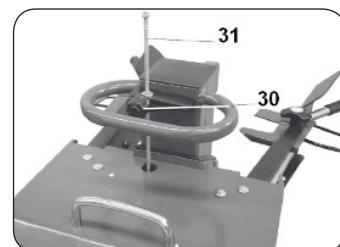

Figura 7
Coloque um pequeno pedaço de madeira sobre a mesa do rachador e move a lâmina de corte até 2 cm acima da madeira, desligue o rachador (botão vermelho no interruptor e desligue a ficha). Pode diminuir o movimento de retrocesso, utilizando a haste fixa (31) ao fixar a haste na altura desejada com o parafuso de ajuste (30). (Figura 7)